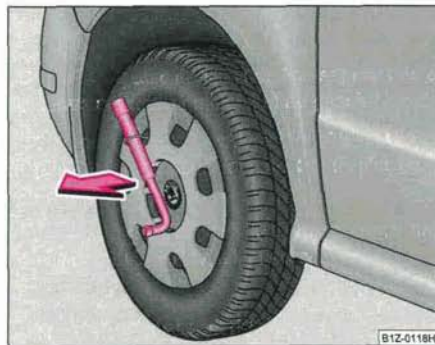

Fig. 201 Déposer les enjoliveurs pleins
- Poussez la clé de roue à travers l'étrier, soutenez la clé de roue au niveau du pneu et enlevez le cache ⇒ fig. 201.